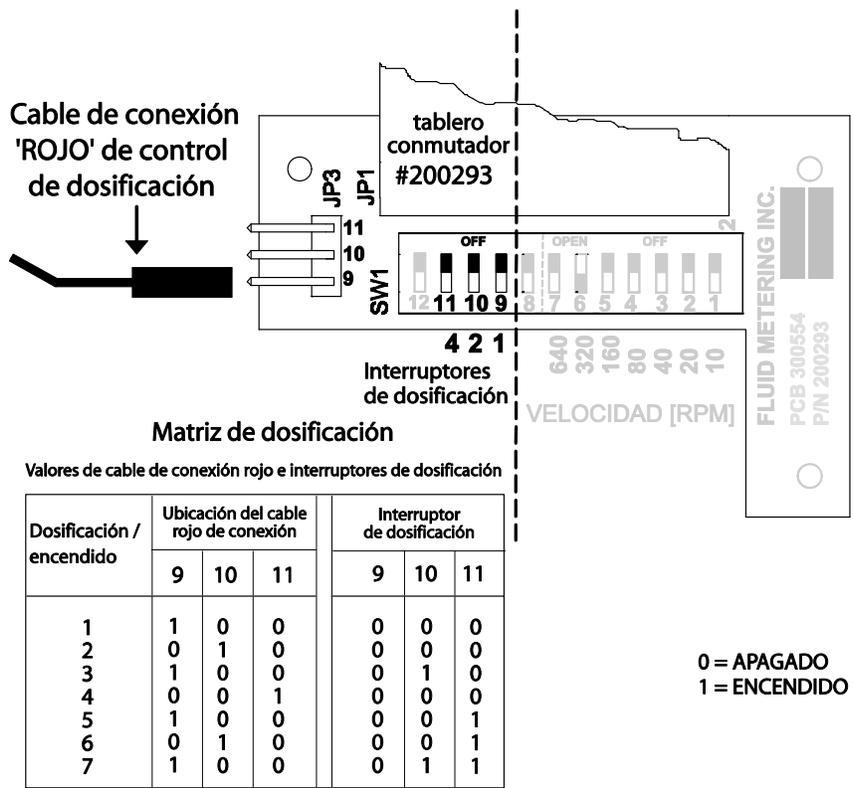

Figura 2A
* Puede tener hasta siete disparos por señal, si lo desea. La cantidad de disparos por señal de Encendido se define con los interruptores 9, 10, 11 y el Cable de conexión rojo en el Tablero conmutador N° 200293. Vea la Matriz a continuación (figura 2A) ** (FMI determinó que 350 RPM es la mejor velocidad para una dosificación de una sola revolución, esto puede variar de acuerdo a la hidráulica de su sistema).